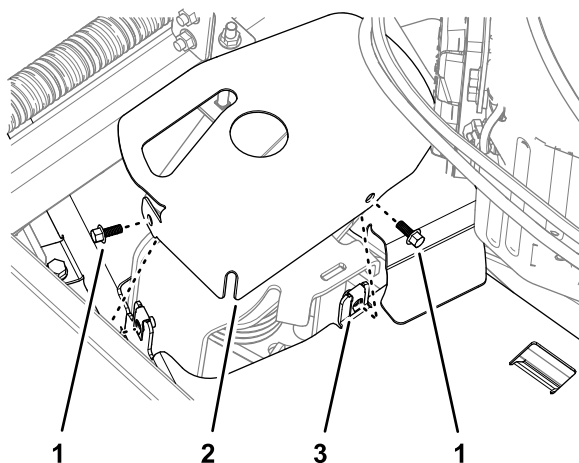

Figure 31
4. Fixez le couvercle du tendeur au protège-courroie gauche à l'aide des 2 vis à embase que vous avez retirées sous 3 Dépose du protège-courroie gauche (page 4), comme montré à la Figure 31.